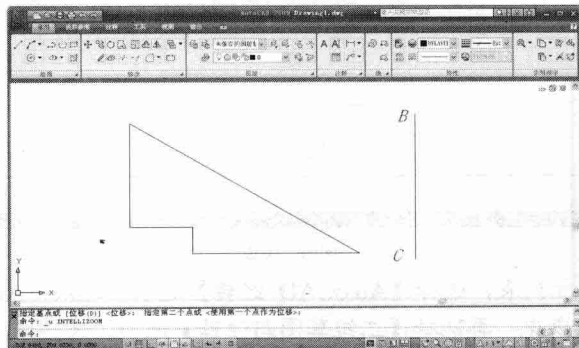

图1-4 画线段 BC
5. 按 **Enter** 键重复画线命令，画线段 BC，如图 1-4 所示。